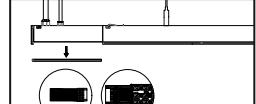

Рис. 5
- Подключение осветительных приборов к сети питания происходит с помощью комплекта для подключения (TS 23 Starter Kit 5Р или TS 23 Starter Kit 7Р для версий с DALI 2.0), который приобретается отдельно (рис. 5).